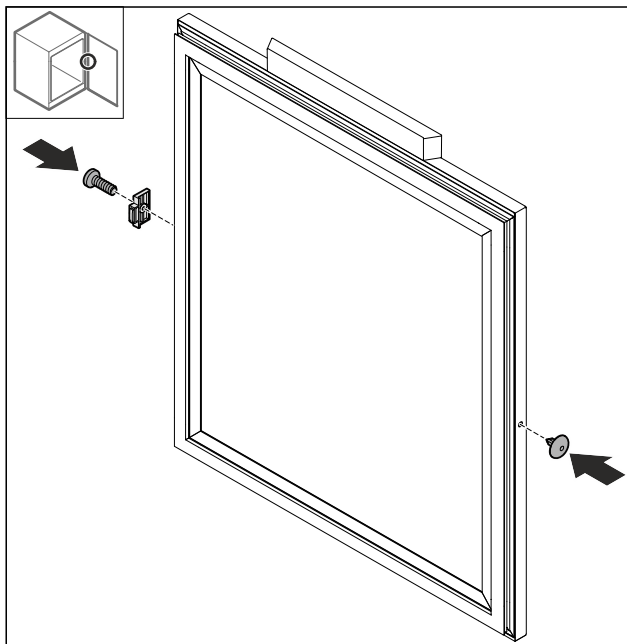

Fig. 49
- Deurstopper Fig. 49 (1) 180° draaien en op de tegenoverliggende zijde monteren.
- Afdekking Fig. 49 (2) aan de tegenoverliggende zijde plaatsen.